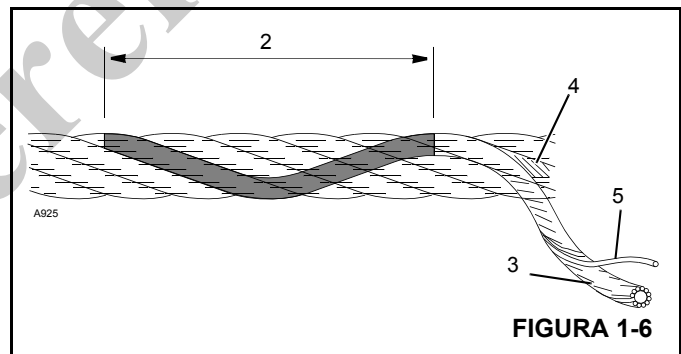

FIGURA 1-6
13. Al buscar alambres rotos (5) (Figura 1-6), alivie el cable, muévelo hacia afuera de los "puntos de recogida" y dóblelo lo más que se pueda. Utilice un punzón afilado para separar los alambres y trenzas, levantando todos los alambres que parezcan estar sueltos o que se muevan excesivamente. Los defectos del cable hacen referencia a la "longitud de sesgo" (2), que es la distancia medida a lo largo del cable en donde una trenza (3) logra una revolución completa alrededor del núcleo (4).